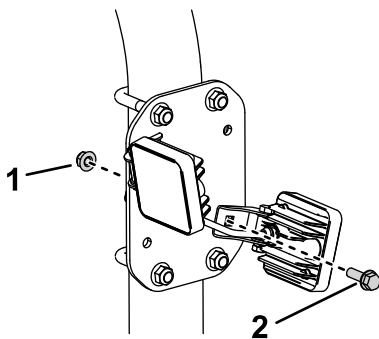

図 1
1. 図 1 のように、ワークライトのブラケット後部のナットとボルトを外す。